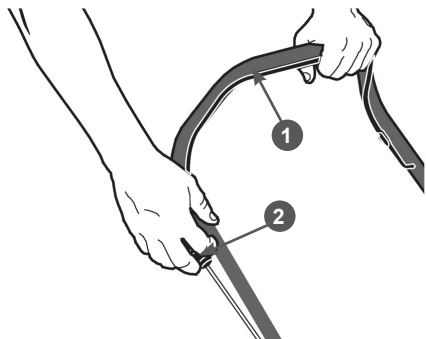

Рис. 14 Запуск двигателя
3. Встаньте позади газонокосилки.евой рукой нажмите на рычаг 1 остановки двигателя и удерживайте его, а правой рукой возьмите ручку 2 стартера (Рис. 14).
2. Отпустите рычаг 1 остановки двигателя (Рис. 14).